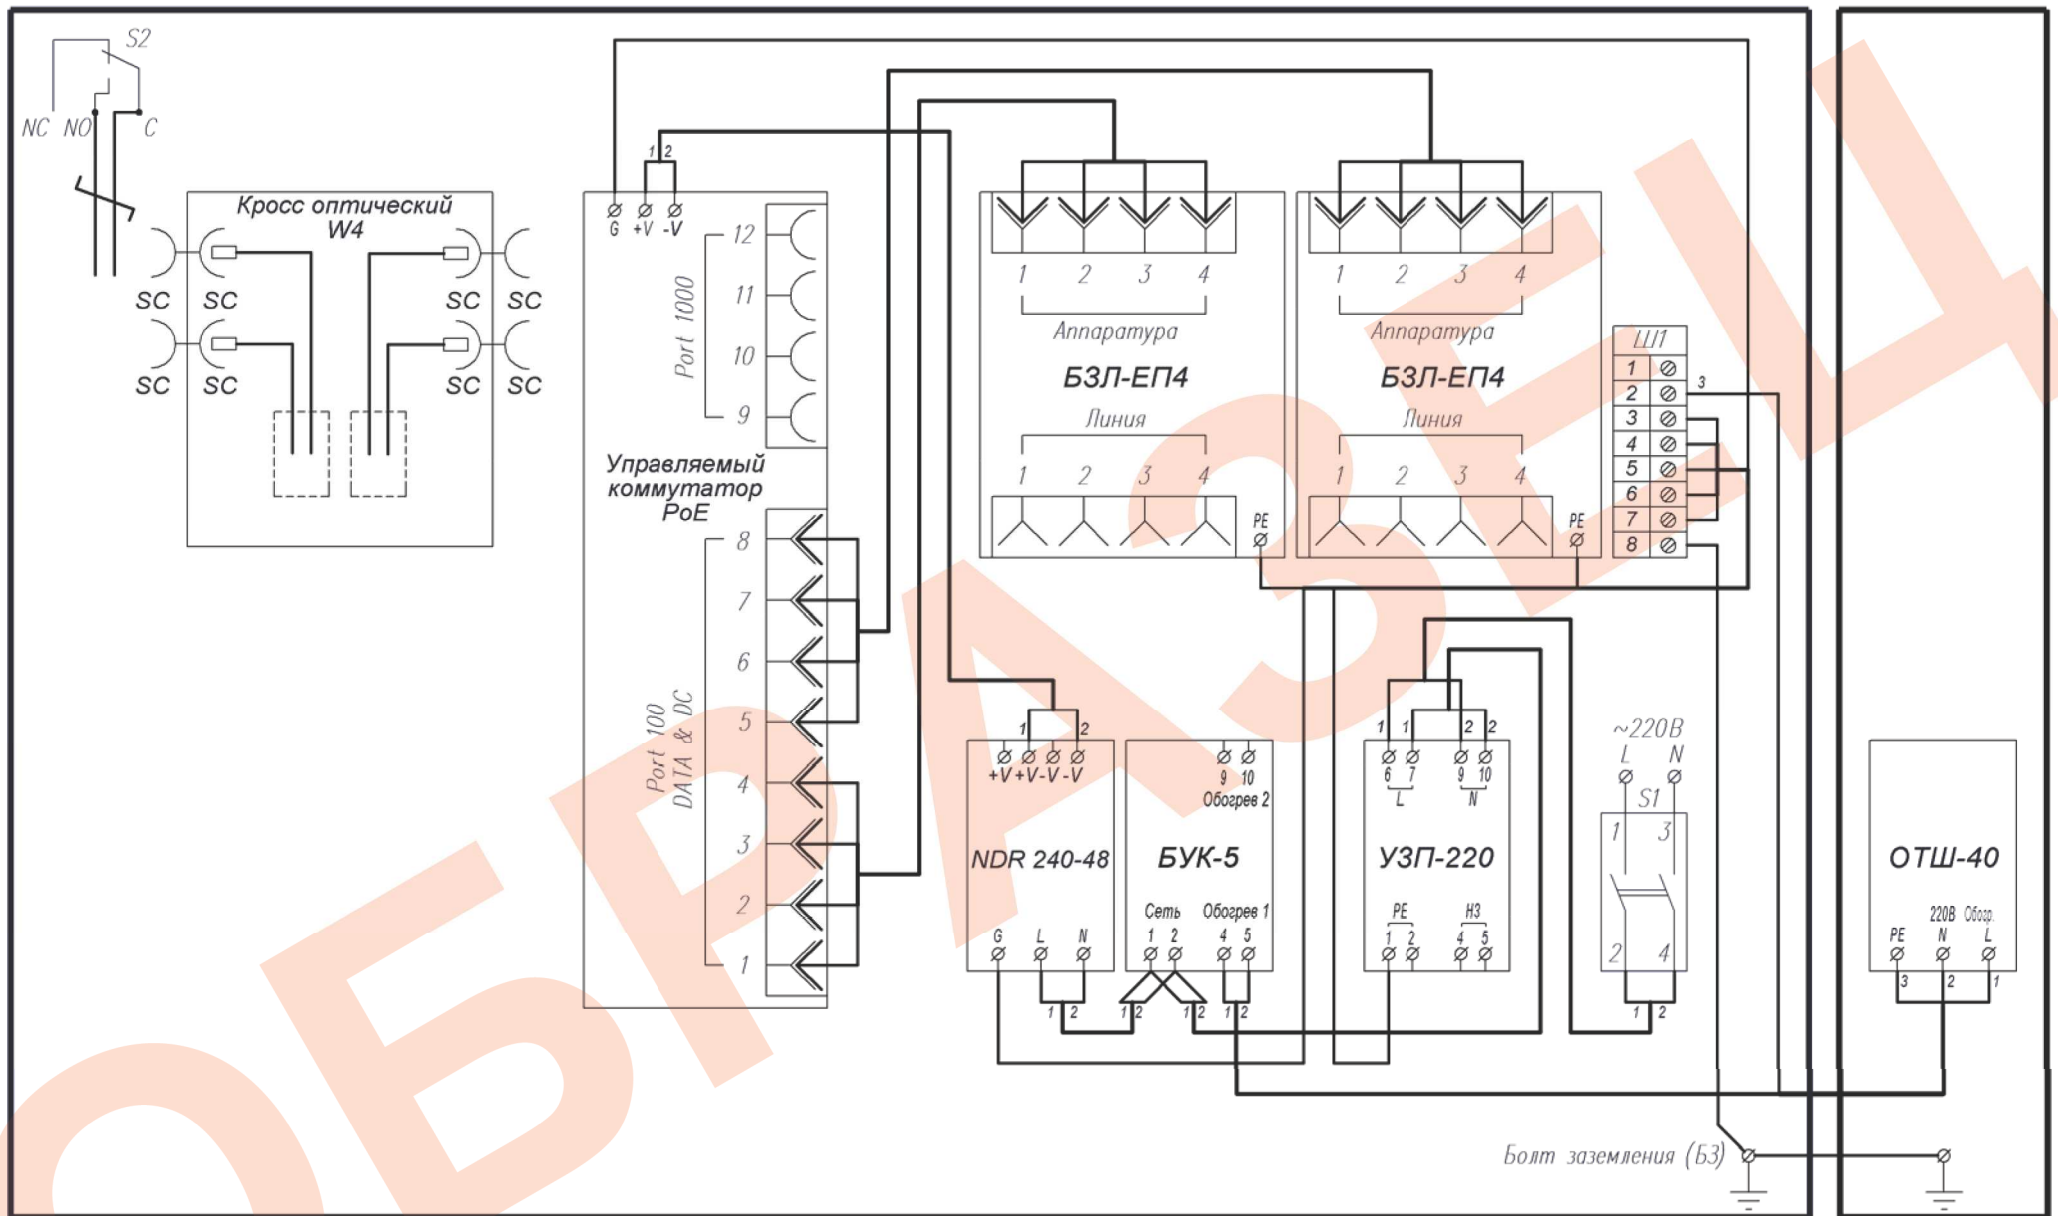

Рис.1 Схема электрическая принципиальная
1. Заземлить изделие при помощи болта заземления (БЗ) (рис.1).
6. Подключить кабель питания к входу автомата питания S1 (сечение подключаемых проводов до 25 мм²), при этом фазный провод (L) соединить с контактом 1, нулевой провод (N) с контактом 3.